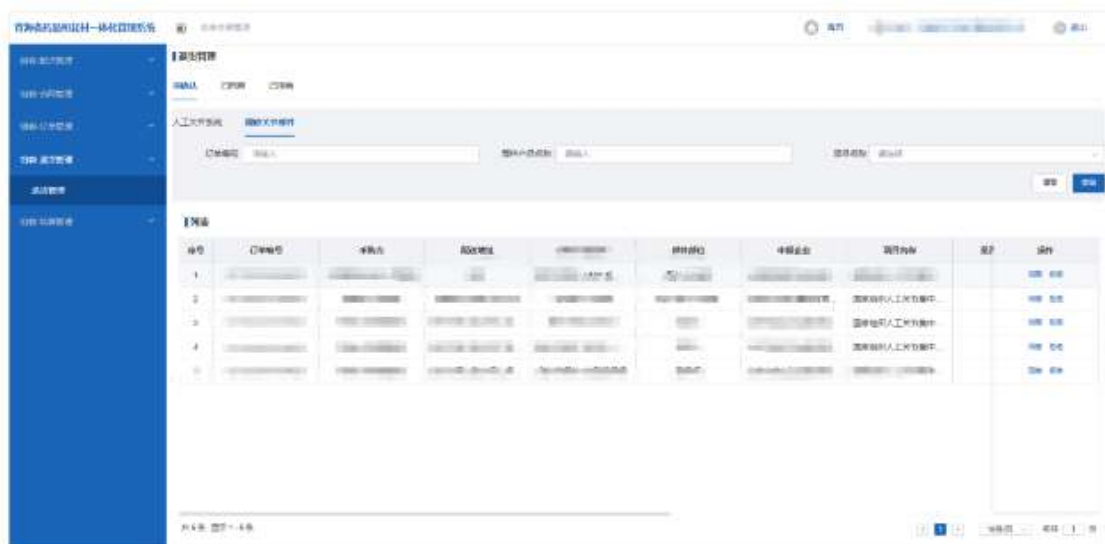

图 1
①在“待确认”标签页可以查询到医疗机构发起的退货明细，点击【确认】、【拒绝】按钮进行同意、拒绝退货操作。（如图 1 所示）